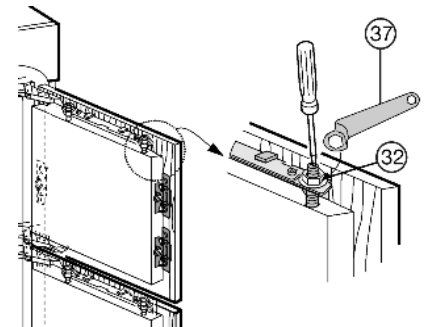

Fig. 23
- ▶ Contraoeren *Fig. 23 (32)* met de ringsleutel *Fig. 23 (37)* vastdraaien, daarbij stelbouten *Fig. 23 (33)* met een schroevendraaier tegenhouden.